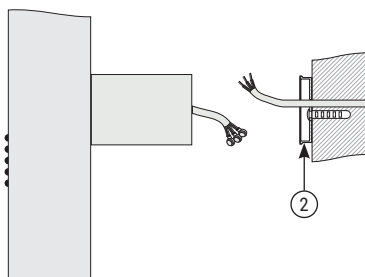

Рис.4
8.2. Подготовить концы проводов для последующего соединения и зачистить их (рис. 4).